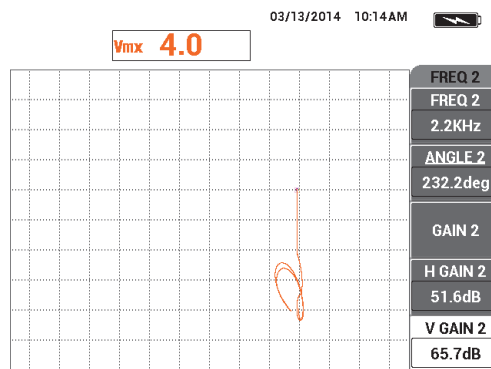

図 5-126 V ゲイン 2 値の調整
22. プローブをノッチ B に移動し、その位置でプローブを置いた状態で、ミックス信号がゼロポイントから 4 区分上に達するまで、V ゲイン 2 (E キー) を調整します (218 ページの図 5-126 を参照)。